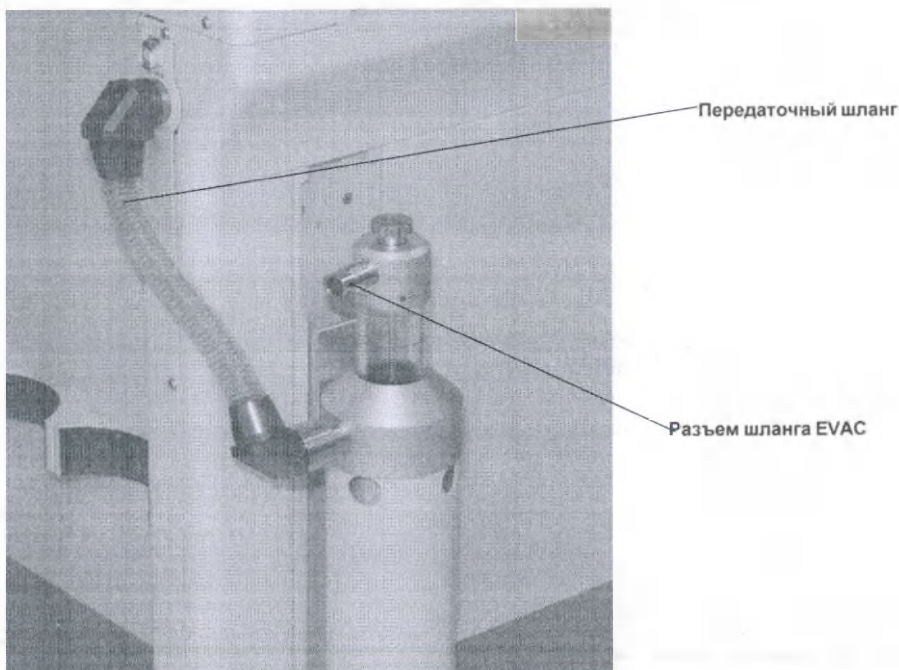

РИС. 7-23 Отсоединение СУГА и передаточного шланга
1. Отсоедините шланг EVAC от СУГА (см. РИС. 7-23).